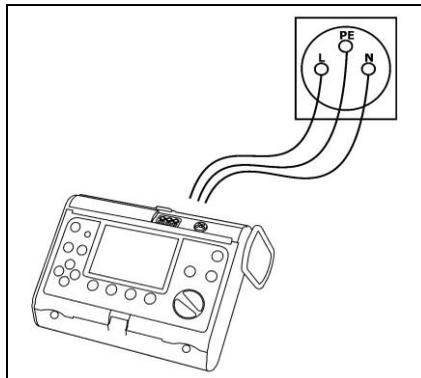

Abb. 4. Anschließen des Messgeräts
- Schließen Sie das Messgerät per Kabel an die Netzbuchse auf der tafel an (siehe Abb. 4),